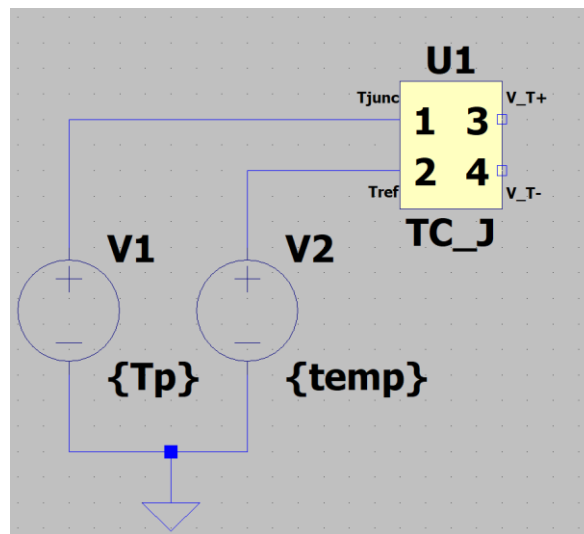

Figura 2 – implementação do termopar tipo J no LTspice.
- Conforme apresentado na Figura 2, a temperatura do processo e a temperatura da junção de referência devem ser fornecidas através de fontes de tensão CC, sendo que nesse caso o valor da tensão é o valor da temperatura em °C. O parâmetro global “temp” no LTspice contém a temperatura ambiente considerada na simulação. Essa temperatura ambiente será usada como a temperatura da junção de referência ( $T_{ref}$ ).